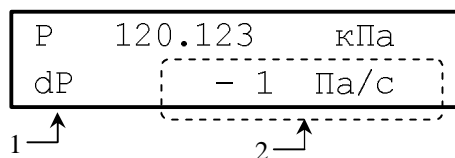

Рисунок 2.5.1
На экране при этом наряду с фактическим значением давления на выходе КД, отображается символ (1), обозначающий скорость изменения давления в пневмосистеме и непрерывно вычисляемое значение (2) данного параметра в паскалях в секунду (рис. 2.5.1). Данный параметр определяется как среднее значение изменения давления, отнесенное к заданному промежутку времени (интервал времени соответствует величине времени усреднения измеряемого давления (см. п.2.23)).